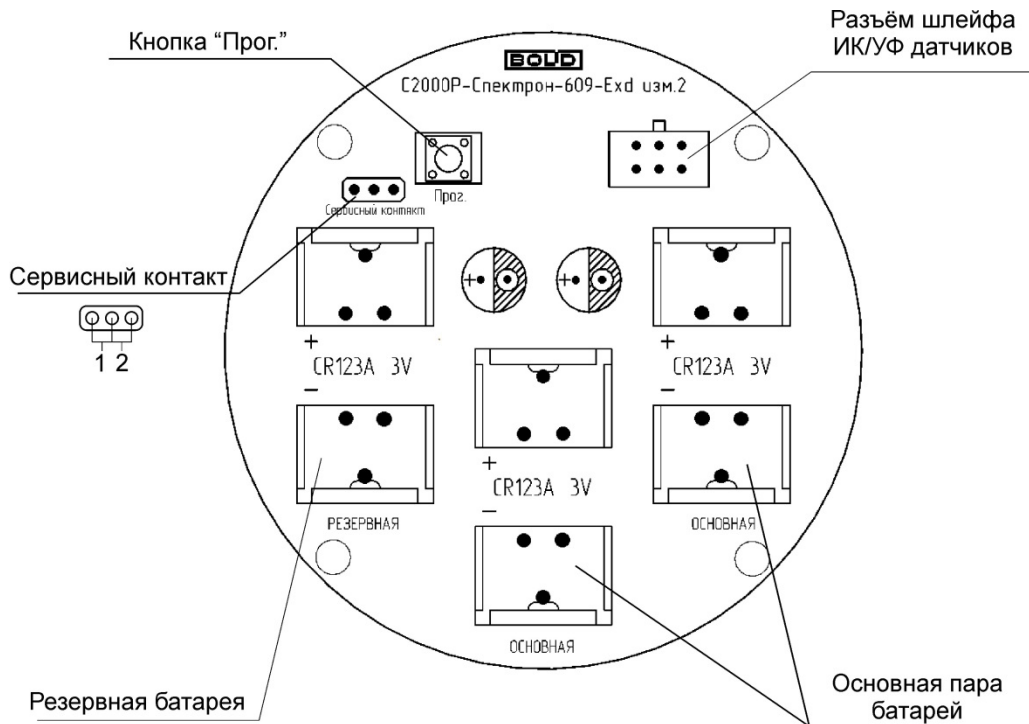

Рисунок 2.2 Расположение элементов на плате
На плате извещателя располагается элемент питания и органы управления прибором (см. Рисунок 2.2):
- Нажать кнопку «Прог.» на плате извещателя (см. Рисунок 2.2) на время более 3 секунд.
Тест качества связи при открытом корпусе прибора запускается посредством короткого нажатия на кнопку «Прог.» на плате прибора (см. Рисунок 2.2). Запуск процедуры может занимать до 2 секунд, при этом прибор осуществляет анализ радиоэфира и регистрацию на оптимальном ПКП или ретрансляторе.